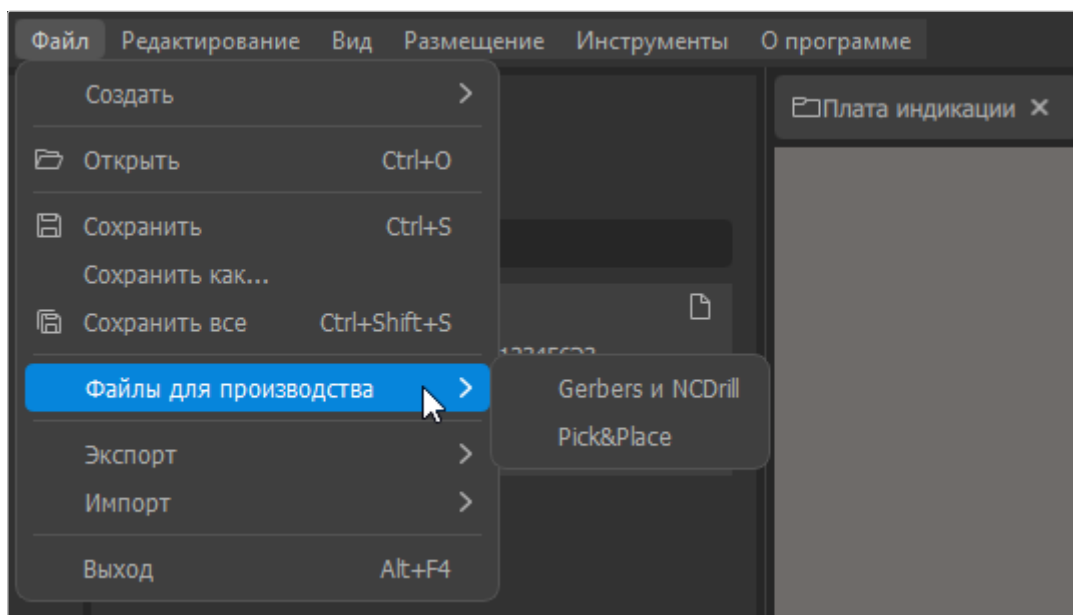

Рисунок 175. Меню «Файл» → «Файлы для производства»
- 2) Вызвать команду меню *Файл* → *Файлы для производства* → *Pick&Place* (см. рисунок 175).